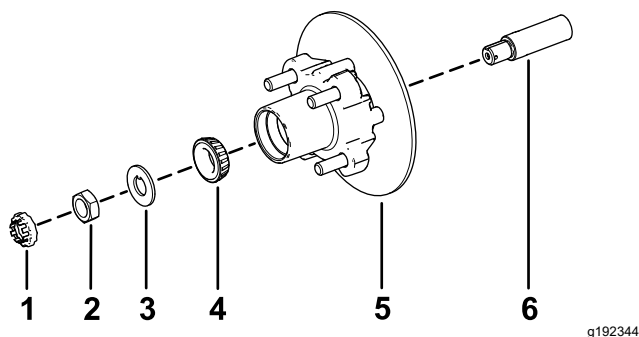

Figura 35
1. Aplique una ligera capa de grasa del tipo especificado en el eje (Figura 35).
2. Monte el cubo y el rotor en el eje con el rotor hacia dentro (Figura 35).
3. Monte el cojinete exterior en la mangueta y acople el cojinete al anillo de rodadura exterior (Figura 35).
4. Monte la arandela con pestaña en la mangueta (Figura 35).
5. Enrosque la tuerca en el eje y apriete la tuerca a 15 N·m (11 pulgadas-libra), girando el cubo para asentar el cojinete (Figura 35).
2. Alinee las pastillas de freno en cada lado del rotor (Figura 31) y los taladros del soporte de la pinza con los taladros de montaje del freno de la mangueta (Figura 35).